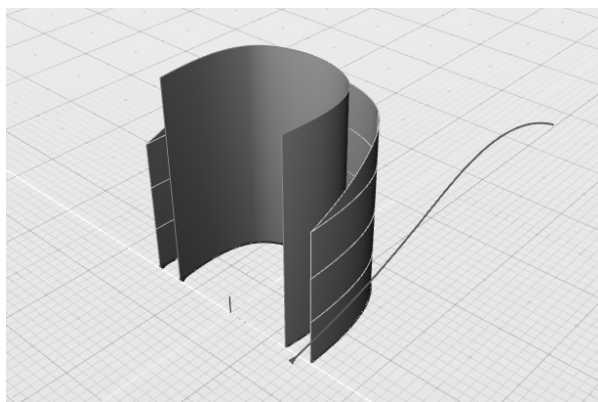

图 5-86 修剪外侧曲面
3) 激活“修剪”工具, 使用上一步绘制的 NURBS 曲线, 修剪椅背外侧曲面, 如图 5-86 所示。